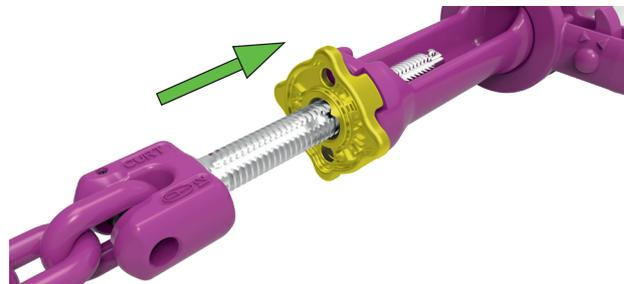

Abb. 4: Schließen der Sicherungsscheibe
- Verschieben Sie nach der Feinjustage die Sicherungsscheibe in Richtung Tragrohr. Die Sicherungsscheibe muss formschlüssig und leichtgängig in die **Kreuzkontur** am Tragrohr eingreifen (Abb. 4).